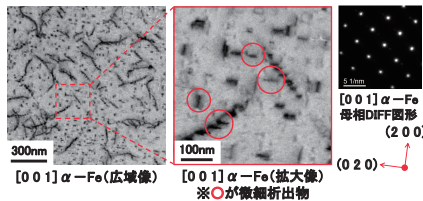
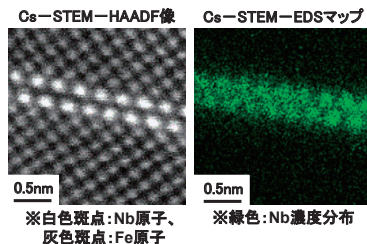

図1 Nb添加鋼の組織写真 (従来TEMで撮影)
図2 Nb添加鋼の組織写真 (Cs-TEMで撮影)
(1) 図1にNb添加鋼のTEM観察事例を示します。左写真内の曲線状に見える模様は転位組織で、細かい点状に見える部位がNbC微細析出物となります。NbCは転位上に多く観察されており、転位がピン止め (転位の動きを抑制) されている様子が観察できます。写真はNbC周辺の拡大像と $\alpha$ -Fe母相のDIFF図形であり、拡大する事でNbC微細析出物の形状は点状ではなく幅1nm以下の針状 (薄板状) 形態である事や、 $\alpha$ -Fe母相の(200)、(020)面方向に伸長している事が確認できます。この結果からNb添加鋼では熱処理時にNbC微細析出物が転位をピン止めする事で、転位の回復による軟化を防いでいる事が解ります (二次硬化)。
(2) 図2では図1で観察したNbCについて、詳細に評価するためHAADF (High-Angle Annular Dark Field) とEDSマッピング分析を行った事例を示しています。HAADFとは原子量(Z)に比例したコントラストが得られる手法であり、重元素ほど明るいコントラストを示します。左の超高倍HAADF像では、灰色斑点のFe原子と白色斑点のNb原子が明瞭に観察されています。また、Fe原子とNb原子が整合性を持って配列している事から、このNbC析出物が母相 $\alpha$ -Feと特定の整合面を持つ析出物である事を直接観察で解析可能です。HAADF像の白色斑点位置がNbである事は、右のEDSマッピングからも確認出来ます。このように、Cs-TEMでは従来TEMでは出来なかった原子レベルの像観察やEDSマップ情報が取得可能です。